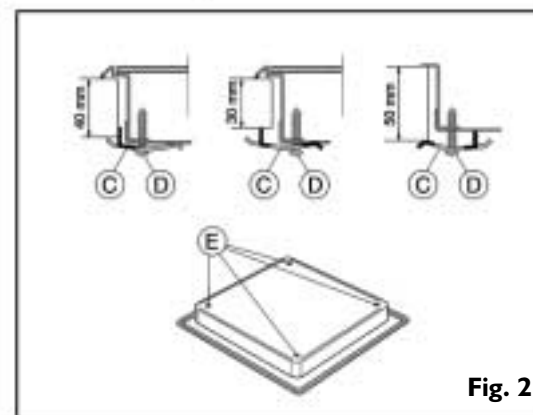

Fig. 2
Attention : si la table de cuisson est installée sur une surface autre que du bois (marbre, plastique, céramique, pierre, etc.), n'oubliez pas de vous procurer les équerres de fixation (Fig. 2) auprès du Service Après-vente, en indiquant la référence 4819 404 78697.
- **Si le plan de travail est en marbre, en plastique, en céramique ou en pierre, etc.**, la table de cuisson doit être fixée au moyen d'étriers spéciaux (C) (fig. 2).
2. Installez les 4 étriers (C) comme le montre la fig. 2, en fonction de l'épaisseur du plan de travail.
3. Fixez les 4 vis (D) dans les trous (E) (fig. 2).